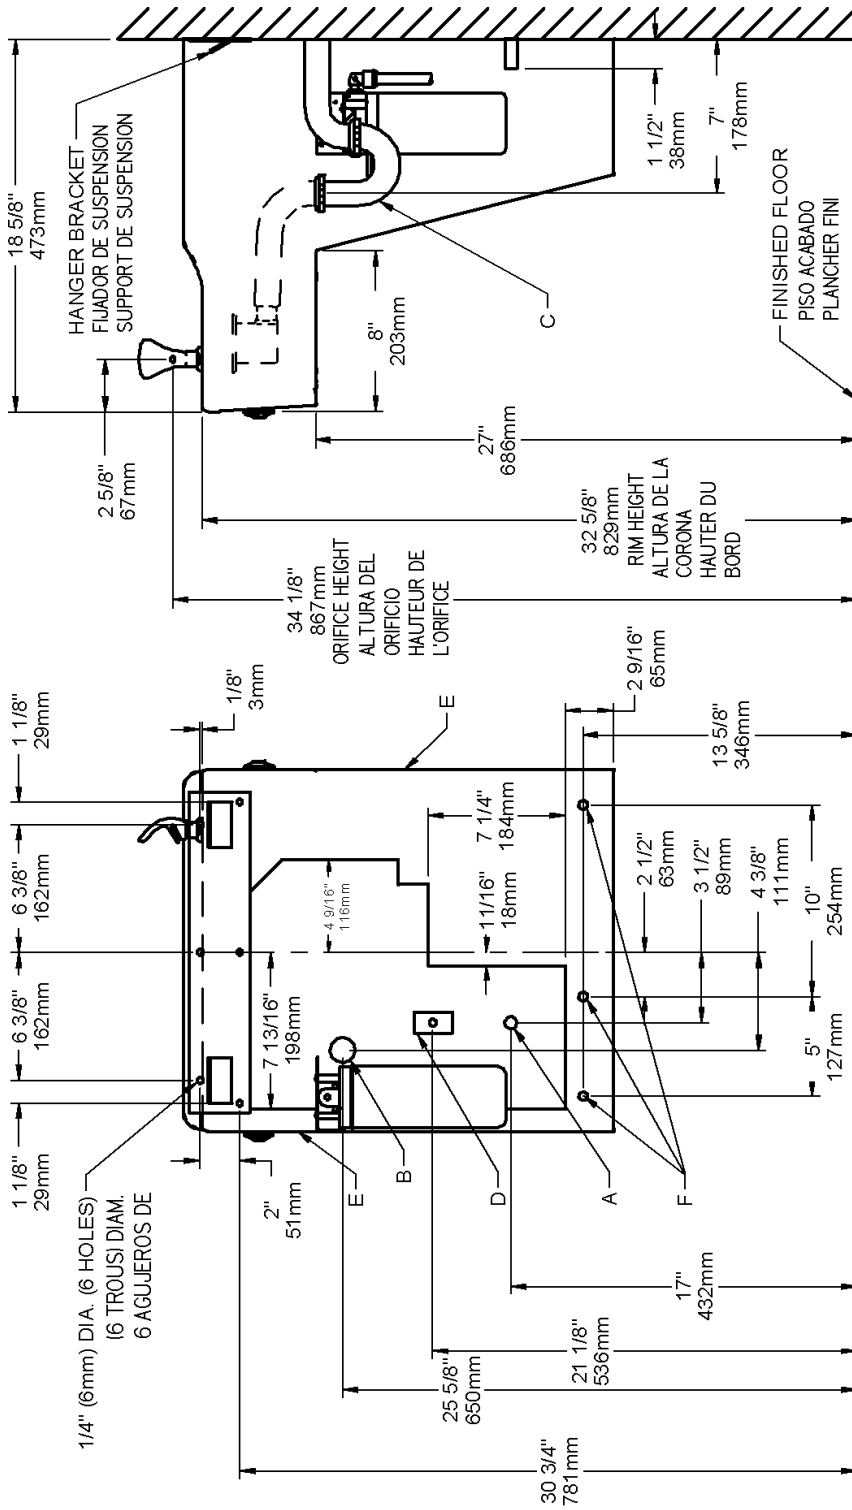

FIG. 5
- 1) Remove hanger bracket fastened to back of cooler by removing one (1) screw.
- 2) Mount the hanger bracket and trap as shown in Figure 5.
- 1) Quite el fijador de suspensión sujetados a la parte posterior del enfriador quitando un (1) tornillo.
- 2) Monte el fijador de suspensión y quite el purgador como se muestra en la Fig.5.